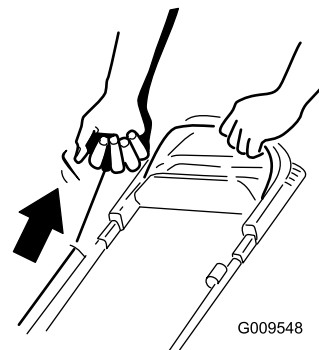

図 18
2. 抵抗を感じるまでスタータハンドル 図 18 を引き上げ、そこから力強く引き、手を離してロープが自然に引き込まれるようにする。